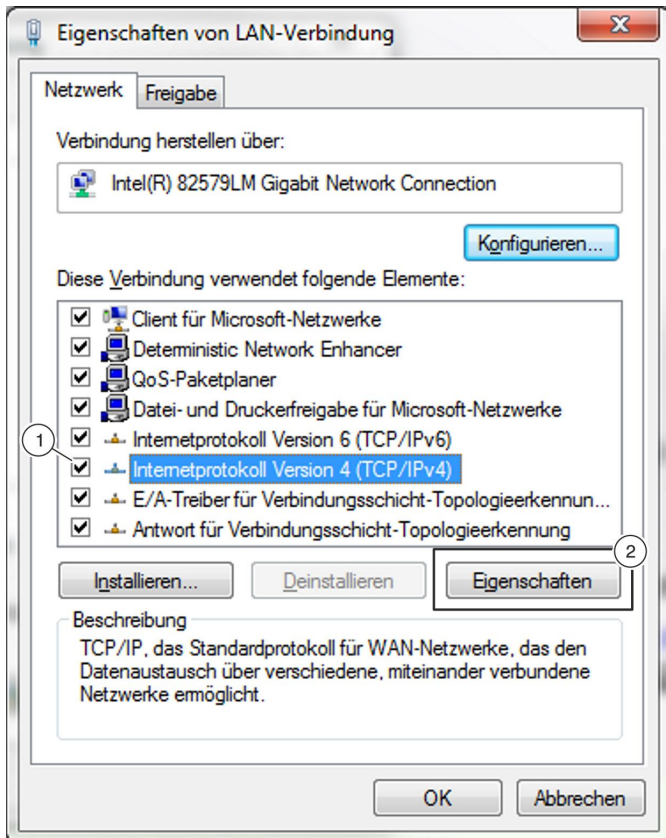

Abb. 53: Eigenschaften von LAN-Verbindung
- 6 ▶ „Internetprotokoll Version 4 (TCP/IPv4)“ (Abb. 53 /1) markieren und die Schaltfläche „Eigenschaften“ (Abb. 53 /2) auswählen.
- 7 ▶ Die Option „Folgende IP-Adresse verwenden:“ (Abb. 53 /1) markieren, IP-Adresse, Subnetzmaske sowie Standardgateway eintragen und mit „OK“ auswählen.